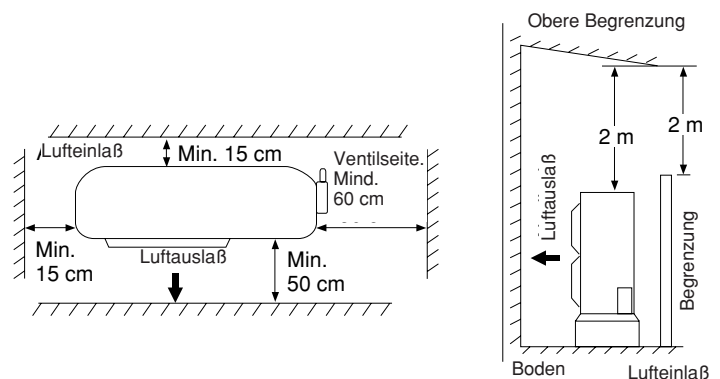

Abb. 2-2
- Der für eine einwandfreie Luftzufuhr sowie für Wartungsarbeiten erforderliche Platzbedarf ist in Abb. 2-2 dargestellt.